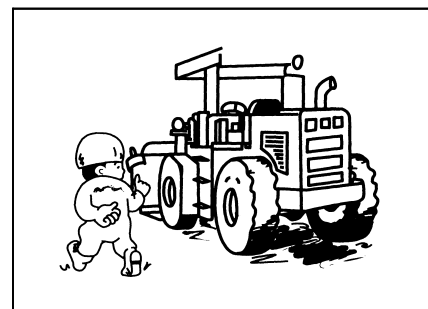

Рис. 2-5
- Вокруг рабочей площадки следует соблюдать чистоту, аккуратность, кругом нет масляной материи, смазки (мастика) и т.д., избегая пожара и упада персонала. (Рис.2-5)